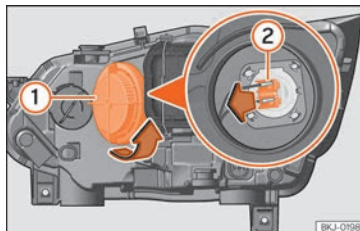

Fig. 101 Dans le compartiment moteur : ampoule des feux de route.
- Tournez le couvercle (1) vers la gauche et retirez-le » **fig. 101**.
- Retirez le connecteur (2) de l'ampoule en le tirant vers l'extérieur.
- Placez le connecteur (2) de l'ampoule.
- Placez le couvercle (1) en le faisant tourner vers la droite.